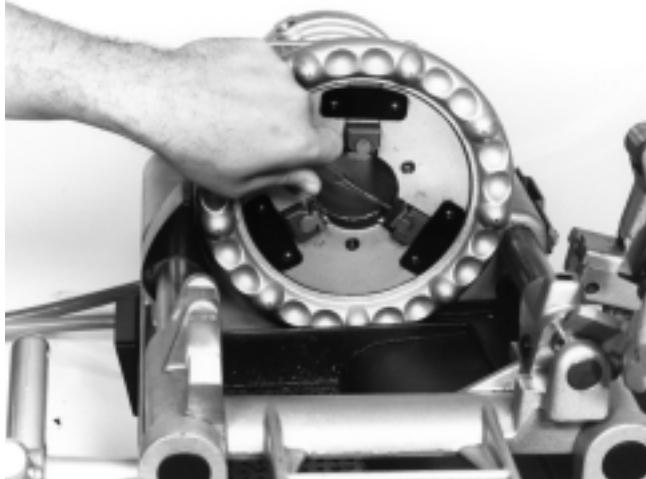

Figure 19 – Remplacement des inserts de mâchoire
1. **Dépose de l'insert** — mettez un chasse-goupilles dans la fente de détente de la mâchoire et appuyez vers le bas. (*Figure 19.*)